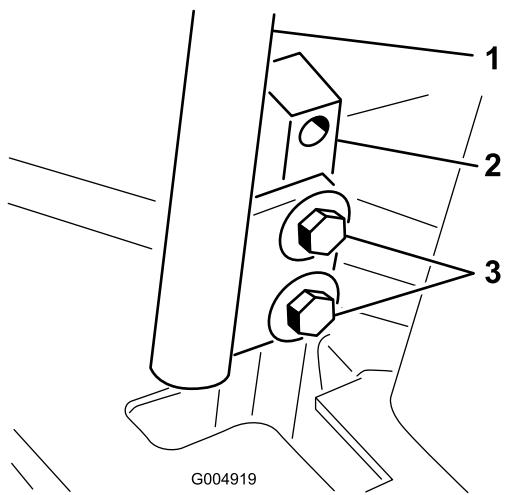

Bild 64
3. Lösen Sie die Schrauben, mit denen die Fahrantriebshebel befestigt sind (Bild 64).